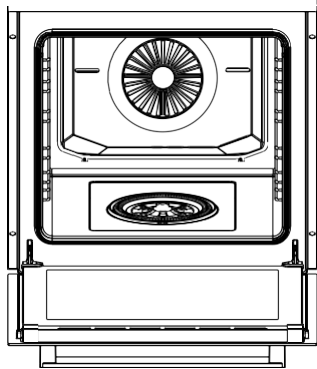
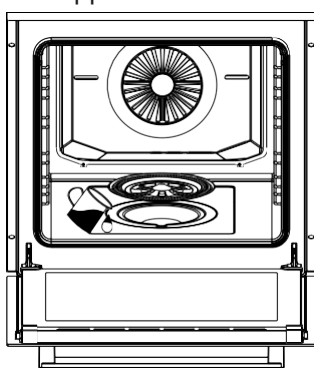
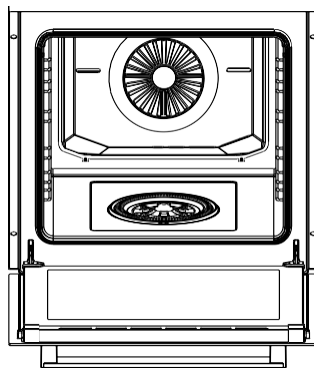

Рисунок 12
Рисунок 13
Рисунок 14
2. Откройте крышку изделия (см. рис. 12). Снимите крышку емкости для воды и заполните емкость (см. рис. 13). Затем закройте крышку емкости для воды (см. рис. 14). Закройте крышку изделия и разогревайте его в течение 10 минут. После разогрева можно поставить блюдо в изделие.